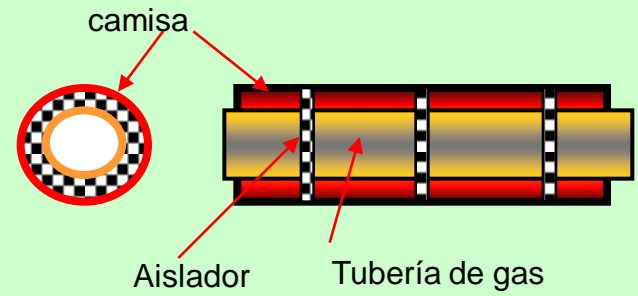

Figura 3
- Para los tramos de tuberías que queden expuestos se recomienda utilizar la tubería de doble camisa. Ver figura 3